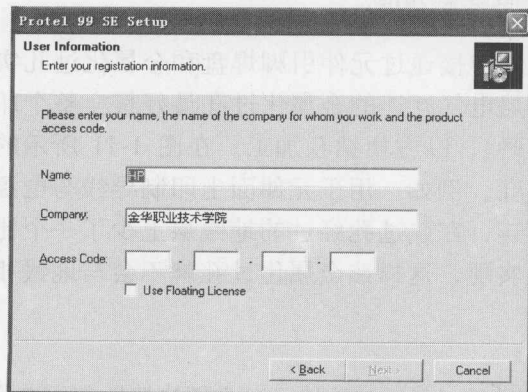
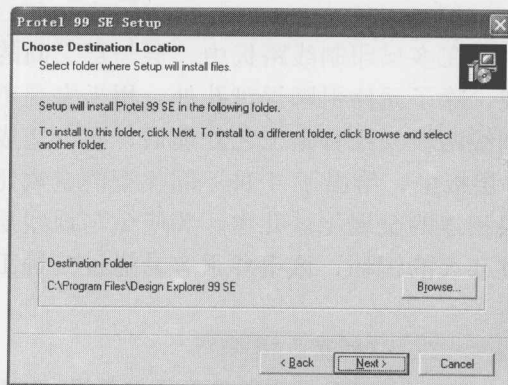
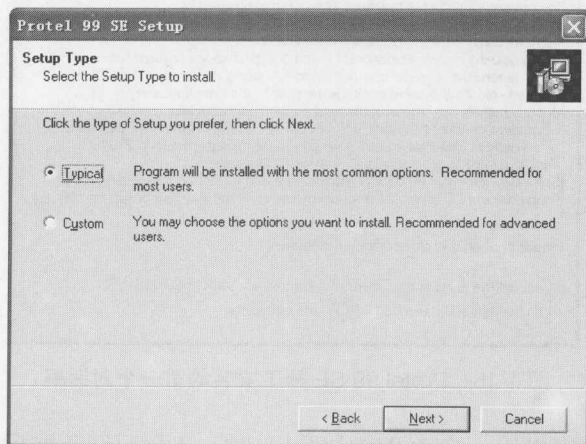
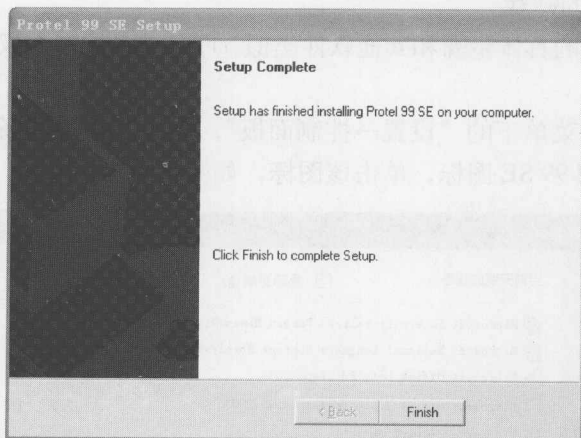

图 1-12 Protel 99 SE 的第二个安装对话框
图 1-13 Protel 99 SE 的第三个安装对话框
图 1-14 Protel 99 SE 的第四个安装对话框
图 1-15 Protel 99 SE 安装完成提示界面
① 将 Protel 99 SE 安装光盘插入 CD-ROM 驱动器内,如果 CD-ROM 自动播放功能未被禁止的话,Protel 99 SE 安装向导将自动启动,并引导用户完成 Protel 99 SE 的安装过程。或者直接运行安装光盘中 Protel 99 SE 子目录下的安装文件 SETUP.EXE,启动安装过程。显示第一个安装对话框,即欢迎界面,单击“Next”按钮,将显示第二个安装对话框,如图 1-12 所示。
② 在图 1-12 所示对话框“Name”一栏中输入用户名,“Company”一栏输入单位名称,在“Access Code”一栏输入访问码(访问码贴在产品包装外,是 Protel 99 SE 合法用户的标志;没有访问码,用户将无法打开和使用 Protel 99 SE)。如果在安装时忘记输入访问码,也可以在安装后,启动时输入访问码。输入完成后“Next”按钮将可操作,单击该按钮,进入 Protel 99 SE 的第三个安装对话框,如图 1-13 所示。
③ 图 1-13 所示对话框提示用户确认或修改安装路径。默认路径是在“C:\Program Files”,如果想要更改,则单击“Browse...”按钮,选择安装路径。初学者可以选择默认路径,单击“Next”按钮,将显示第四个安装对话框,如图 1-14 所示。
④ 图 1-14 所示对话框中“Typical”按钮表示选择典型安装,“Custom”按钮表示选择自定义安装。初学者可以选择典型安装。单击“Next”按钮,将显示第五个安装对话框,单击“Back”按钮可以返回前面的步骤进行重新选择,若无需修改则单击“Next”按钮,将显示第六个安装对话框,同样只需单击“Next”按钮,则开始安装,同时将显示安装进度界面,几秒后将显示安装完成提示界面,如图 1-15 所示,单击“Finish”按钮完成安装。